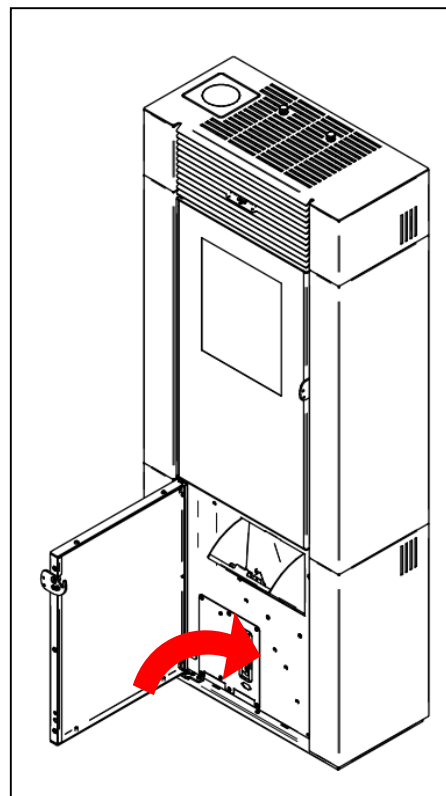

Fig.16
- Riempire il serbatoio del pellet della stufa (**Fig.16**): aprire il frontalino inferiore utilizzando la maniglia asportabile in dotazione e portare verso di sé lo sportellino a ribaltina.